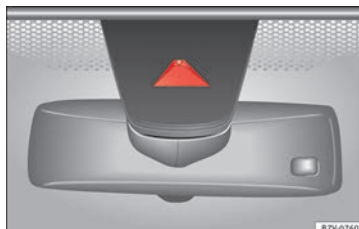

Fig. 219 En el parabrisas: área de campo visual de la cámara del sistema de aviso de salida del carril.
- **Antes de iniciar la marcha verifique que el área de campo visual de la cámara no se encuentra cubierto» fig. 219.**